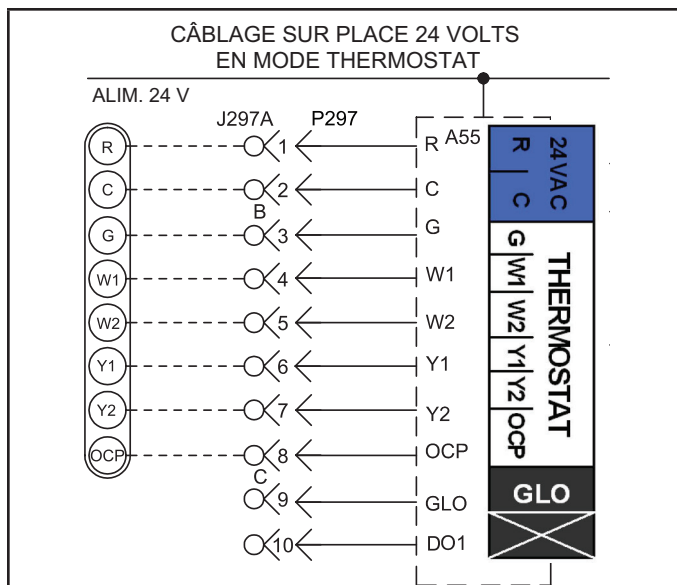
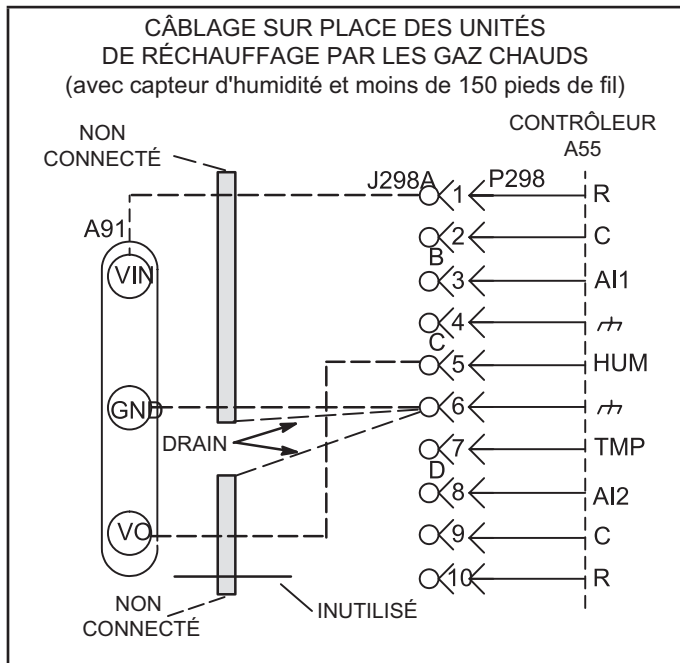
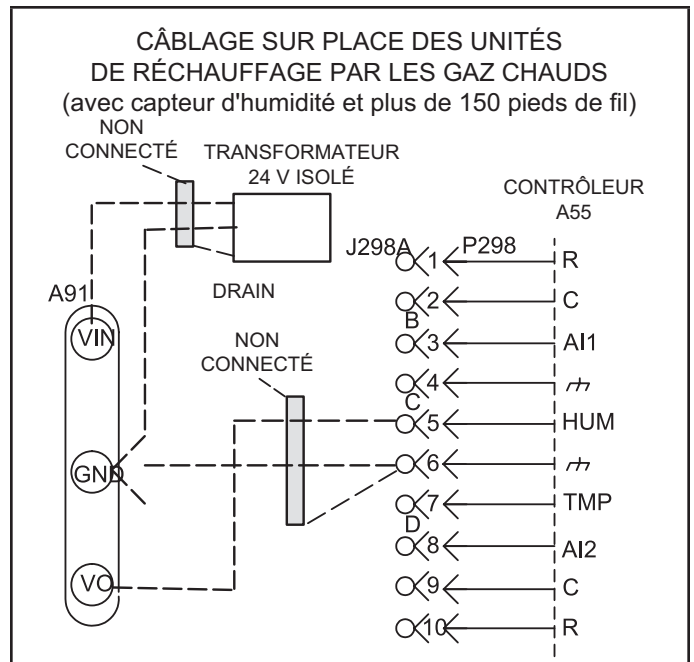

FIGURE 14
FIGURE 17
FIGURE 18
- 4 - Câbler comme indiqué à la FIGURE 14 pour les thermostats électromécaniques et électroniques. En cas d'utilisation d'autres dispositifs de contrôle de la température ou de systèmes de gestion de l'énergie, se reporter aux instructions et au schéma de câblage fournis par le fabricant.
- 2 - Effectuer les connexions de câblage comme indiqué à la FIGURE 14 pour le mode thermostat ou à la FIGURE 15 pour le mode capteur de zone. En outre, connecter un capteur d'humidité ou une entrée de déshumidification. Se reporter à la FIGURE 17 ou FIGURE 18 pour le câblage du capteur d'humidité ou à la FIGURE 16 pour le câblage de l'entrée de déshumidification.
Utiliser deux câbles blindés séparés contenant des paires torsadées de 20 AWG minimum avec un blindage global. Belden type 8762 ou 88760 (plénium) ou équivalent. Connecter les deux fils de drainage du blindage du câble au contrôleur de l'unité comme indiqué à la FIGURE 17.
Utiliser deux câbles blindés séparés contenant des paires torsadées de 18 AWG minimum avec un blindage global. Belden type 8760 ou 88760 (plénum) ou équivalent. Connecter les deux fils de drainage du blindage du câble au contrôleur de l'unité comme indiqué à la FIGURE 17.